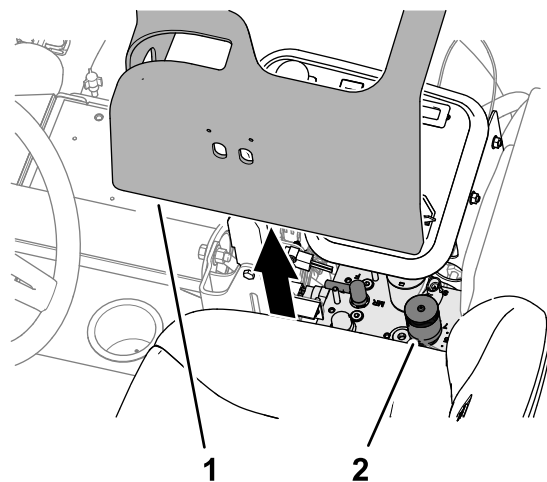

Figure 38
2. Soulevez et déposez le couvercle du bras de commande (Figure 38).